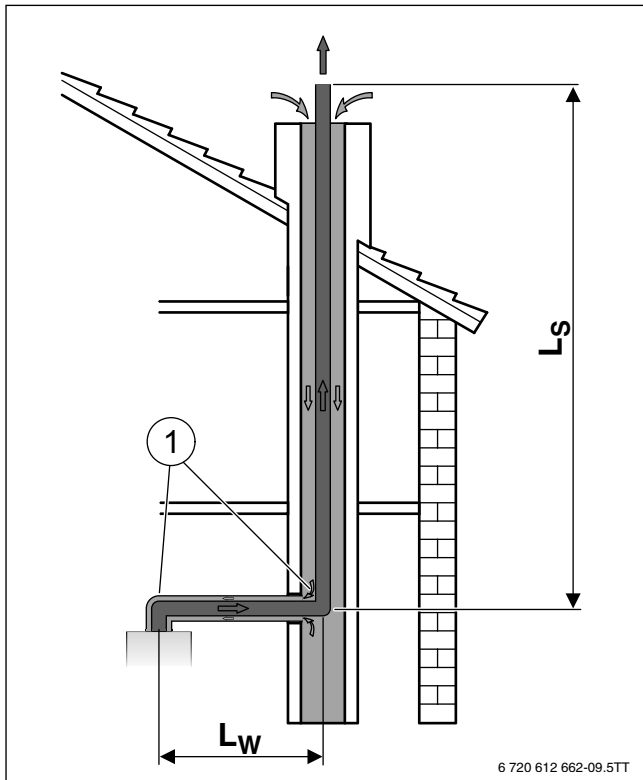

Fig. 23 Convogliamento fumi in un condotto, configurazione  $C_{93}$
- Aspirazione aria comburente in controcorrente attraverso il camino ( $C_{93}$  → Fig. 23 e 24):
- Se l'aria comburente è convogliata in controcorrente attraverso il camino (→ Fig. 23 e 24), è necessario prevedere interventi di pulizia.